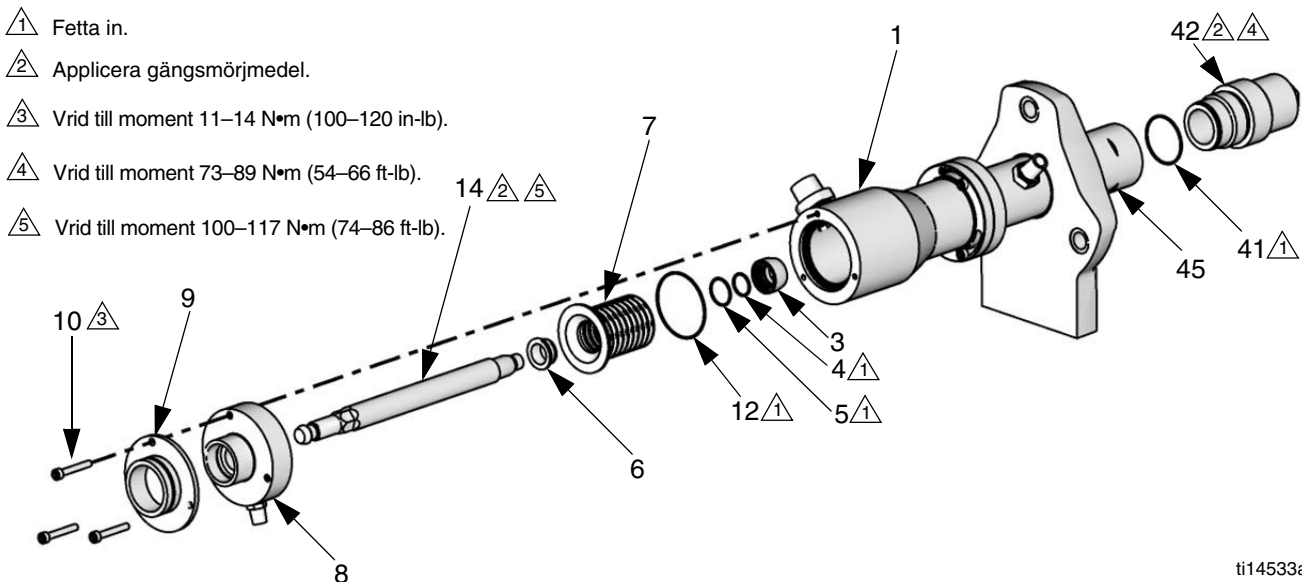

FIG. 6. Byt ut bälgen.
7. Se FIG. 6. Dra ut drivstången (14) och bälgen (7) ur bälgekammarens (1) ovansida. Låt bälgekammaren (1) sitta kvar på tätningsmuttern.
8. Ta bort bälgbussningen (6) och den skadade bälgen (7).
9. Ta bort låsbussningen (3). Ta bort och släng o-ringarna (4, 5).
13. Smörj in utsidan av kolvstångens handtag och kolven, nära insexskruvarna. Tryck in stängan och kolven i cylindern (27).
15. Se FIG. 6 på sida 12. Placera bälgens o-ring (12) löst runt bälgen (7). Tryck in drivstängan (14), med fullständigt monterad bälg (7), i bälgkammaren (1). Dra åt drivstängan för hand.
16. Håll drivstängens (14) insexskruv och använd en momentnyckel för att vrida på kolven (45). Vrid till moment 100–117 N•m (74–86 ft-lb).
17. Placera den övre ändmuffen (8) på drivstängan (14). Dra inte åt.
18. **Om du ska byta ut spillkammaren:** Beställ satsen 24E298. (Se sida 25.) Montera den nya D-formade tätningen (106) på drivstängan (14). Håll fast drivstängan med en 19 mm (3/4 tum) skiftnyckel. Montera och dra åt fästmuttern (105). Vrid till moment 11–14 N•m (100–120 in-lb). **Dra inte åt för hårt.**
19. Montera en ny o-ring för den undre ändmuffen (41). Smörj och montera den nedre ändmuffen (42). Vrid till moment 73–89 N•m (54–66 ft-lb).
20. Tryck upp på motoraxeln. Skjut på kopplingsmuttern (55). Montera kopplingsflänsarna (56).
22. **Om du ska byta ut spillkammaren:** Sätt in o-ring (102) i locket (101). Spänn fast den nya flaskan (103) med lock (101) på mot fästet (104).
23. Vrid på drivstängan (14) för att anpassa hålen i den övre ändmuffen (8) med hålen på bälgkammaren (1). Sätt tillbaka den övre ändmuffen (8) och skyddsplåtens distans (9). Dra åt skruvarna (10) till moment 11–14 N•m (100–120 in-lb).